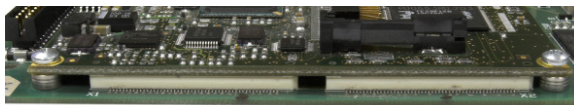

Figura 4-60: Connettori della scheda ETX posizionati correttamente
4. Verificare che tutti i connettori siano ben posizionati, come mostrato nella Figura 4-60.